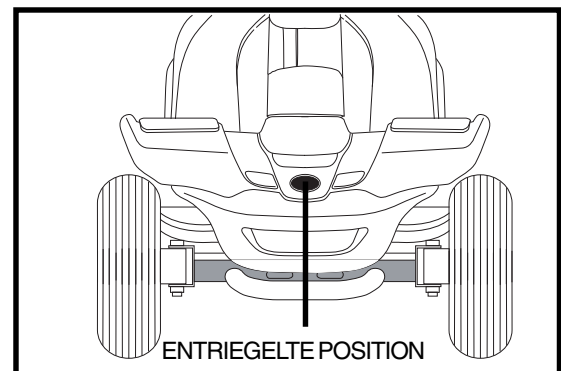

Abb. 20A. Lenkersicherungshebel (Entriegelt)
10. Entsichern Sie das Vorderrad, indem Sie den Lenkersicherungshebel 90° gegen den Uhrzeigersinn drehen. **Siehe Abb. 20A.**